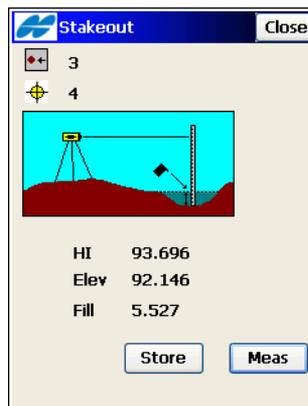

Abbildung 9-57. Abstecken von Höhen
3. Tippen Sie im Fenster **Absteckung** (Abbildung 9-57) auf die Schaltfläche **Mess**, um die Höhe zu messen und einen Auf-/ Abwert zu berechnen. Tippen Sie auf **Speich**, um Punktcode, Namen, Photonotiz, Layernamen und Darstellungsparameter festzulegen. Sie können außerdem die Höheninformationen betrachten und den abgesteckten Punkt speichern.